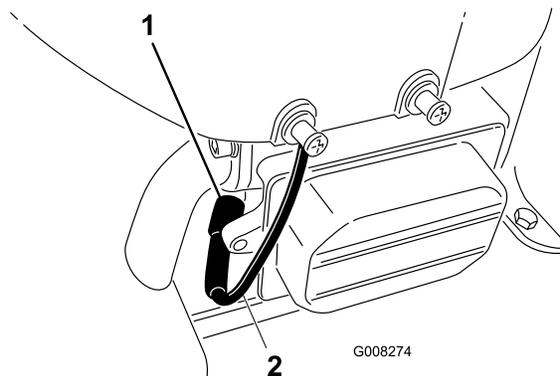

図 27
6. 点火コードを取り外す **図 27**。
8. 点火プラグと金属ワッシャを外す **図 27**。
3. 点火コードを接続する 図 27。